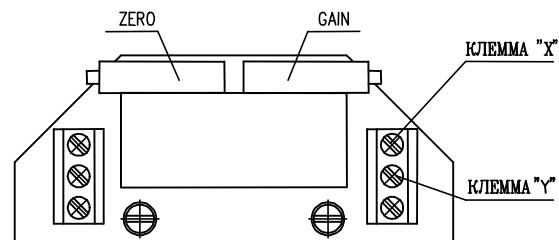

Рис.6
##### 4.4.2 EPV - 3-проводниковое включение (рис.6, 6а)
- Установите омический датчик на основании инструкций в предыдущей главе так, что омическую величину измеряйте на клеммах X-Y или 0%-100% (рис.6,6а) (употреблен датчик с сопротивлением 2000 $\Omega$  или 100 $\Omega$ ).
Рис.6а